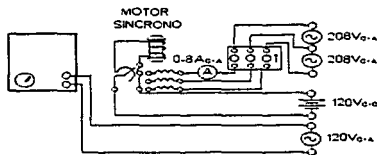

Figura 2
- Conectar el circuito de la figura 2.
• Conectó el circuito de la figura 2.